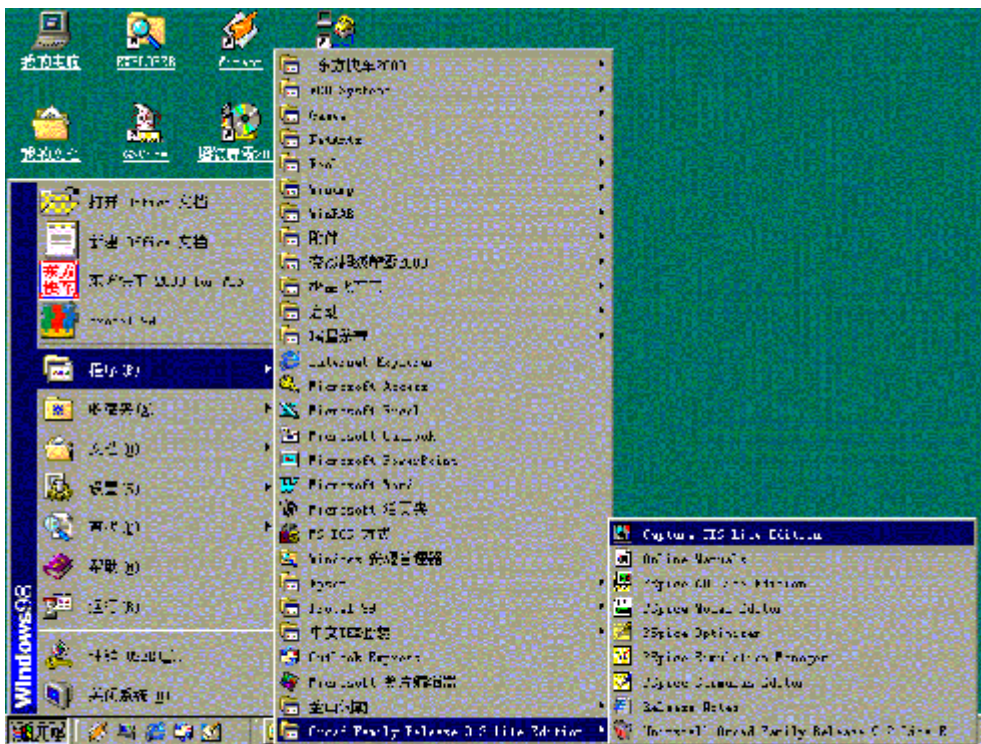

图 9-9 Capture 的启动
- (1) 将鼠标箭头指到“开始”按钮, 打开“开始”菜单;
- (2) 将鼠标箭头上移到“程序”命令, 打开“程序”菜单, 如图9-9所示;